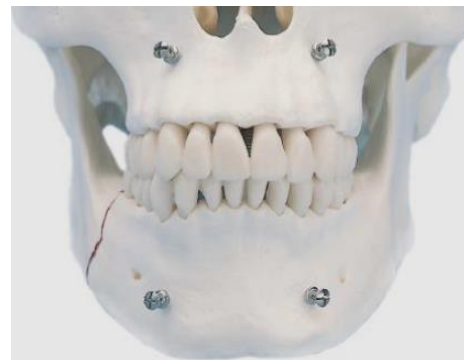

Figura 7
6) Inserção dos outros parafusos repita os passos 3 e 4, para fazer a inserção dos outros parafusos do lado oposto (figura 7).